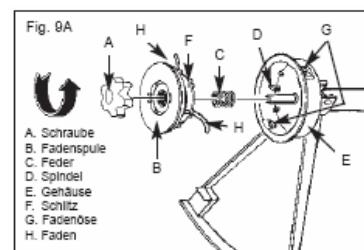

Fig. 7
1. Entfernen Sie die Schraube (A) durch Drehen gegen den Uhrzeigersinn (Fig. 7). Benutzen Sie ggf. einen Schraubenschlüssel.
2. Entfernen Sie die Fadenspule (B) und Feder (C) von der Spindel (D).